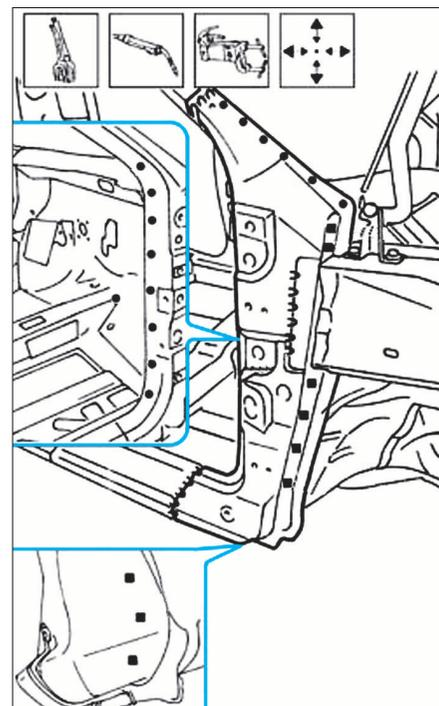

FIG. 15
• Ajuster le pied AV avec la porte et l'aile AV, puis souder comme illustré (Fig.15).